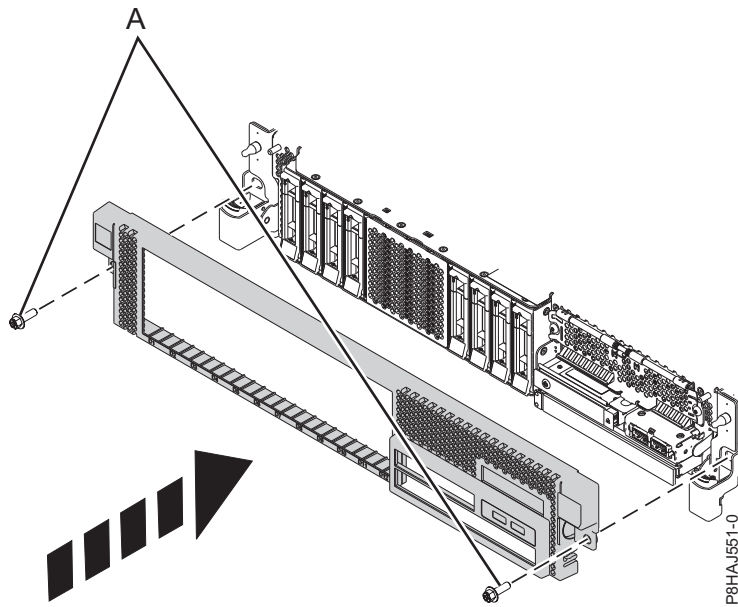

Figura 21. Instalación de la cubierta frontal
3. Cierre los pestillos de liberación empujando en la dirección que se muestra en Figura 21 en la página 40. La cubierta se insertará en su posición y dispone de una hendidura que le permite sujetarla más fácilmente.
4. Sustituya los tornillos de envío (A).